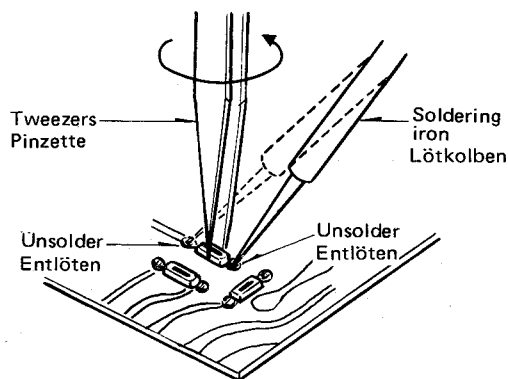

Fig. 7 Abb. 7
2. Remove chip with tweezers by rotating it while removing solder as shown in Fig. 7.
2. Entfernen Sie das Chip mit einer Pinzette durch Drehen, während das Lötmetall wie in Abb. 7 gezeigt, entfernt wird.